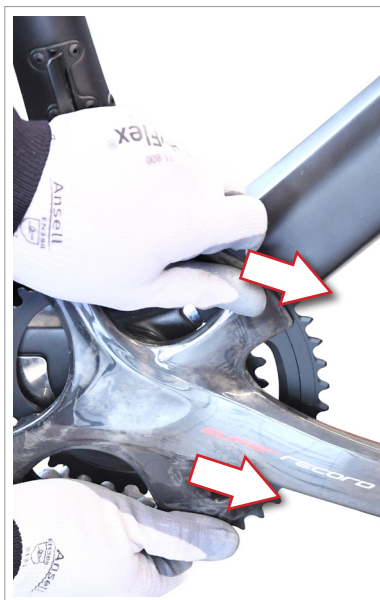

Fig.3
- Muovete la pedivella destra lateralmente come per estrarla dal movimento centrale, per assicurarsi che la molletta sia stata posizionata correttamente e trattienga la pedivella (Fig. 3).